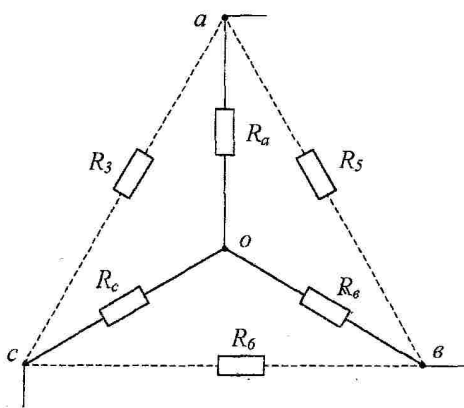

Рис. 13
2. Метод узлового напряжения эффективен при расчете электрических цепей с двумя узлами и большим количеством параллельных ветвей или более сложных схем, которые легко могут быть приведены к двухузловым. Изображенная схема на рис. 12 – четырехузловая. Выделим треугольник *abc* пассивных элементов и преобразуем его в эквивалентную звезду (рис. 13).